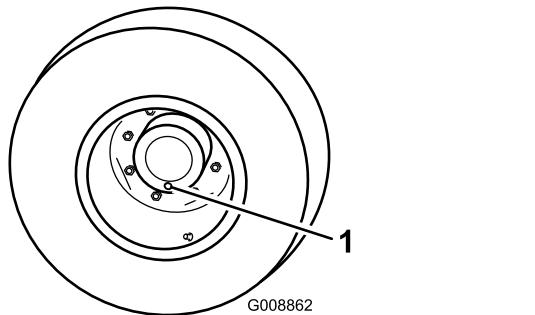

Рисунок 103
1. Поставив машину на ровную поверхность, расположите колесо так, чтобы одна контрольная пробка находилась в самом нижнем положении («6 часов») (Рисунок 103).